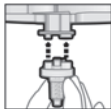

Fig. 2
3. Coloque una de las puntas de mezclado Dynamix adjuntas sobre los orificios de salida del cartucho. (Fig. 2)